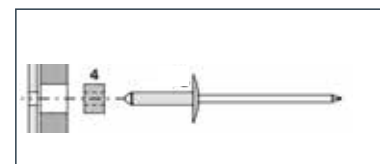

Fig. 6
Placera Swisspearl centraliseringsverktyg med den konade delen centriskt i det förborrade hålet i skivan (Fig.3). Använd en 4,1 mm borrhål för att förborra stålprofilen. Börja med de två fixeringspunkterna (Fig. 6).
Trä på en rostfri fixeringshylsa (4) på niten (Fig. 6). Nita fixeringspunkterna. Skivan är nu fixerad och man kan släppa sugklockorna. **OBS! Fixeringshylsorna ska bara användas till två nit/skiva.** Den är endast till för att fixera skivan.